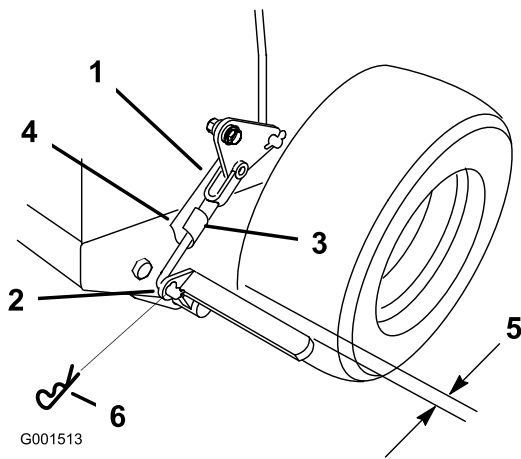

Bild 44
3. Entfernen Sie den Federsplint aus dem Bremsenunterlenker (Bild 44).
4. Drehen Sie den Bremsunterlenker-Bügel nach rechts in den Bügel, um die Feststellbremse anzuziehen, drehen Sie den Bremsgestängebügel nach links aus dem Bügel heraus, um die Feststellbremse zu lösen (Bild 44).
Hinweis: Bei gelöster Feststellbremse sollte der Abstand zwischen dem Reifen und der flachen Stange ca. 6 mm sein (Bild 44).
5. Befestigen Sie den Unterlenker mit dem Splint und dem Lastösenbolzen am unteren Bremshebel (Bild 44).